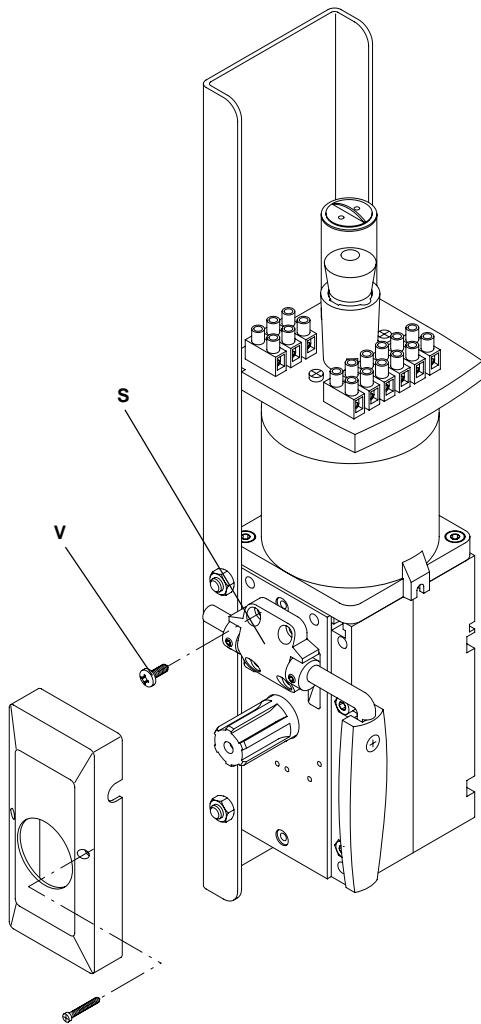

Fig.14
- Togliere il supporto S svitando le 4 viti V (fig. 14).
- Remove the support S unscrewing the 4 screws (fig. 14).
- Die Stütze S nehmen aufschraubend die 4 Schrauben (Bild 14).
- *Enlever le support S en dévissant les 4 vis (fig. 14).*